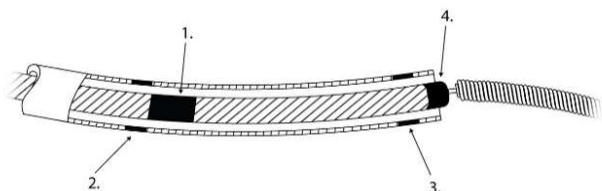

図2 マイクロカテーテル及びプッシャーの遠位端のアラインメント
27. プッシャーの3 cm X線不透過マーカの近位端がマイクロカテーテルの近位X線不透過マーカの遠位端に隣接し、「T字」を形成するまで、コイルを望ましい位置に進める(図2を参照)。このアラインメントでは、コイルの近位端をマイクロカテーテルのすぐ外側に配置する。動脈瘤又は血管破裂の潜在的リスクを最小限に抑えるため、プッシャーの3 cm X線不透過マーカ近位端がマイクロカテーテルの近位X線不透過マーカの遠位端を超えて前進するようにデリバリーシステムを進めてはならない。